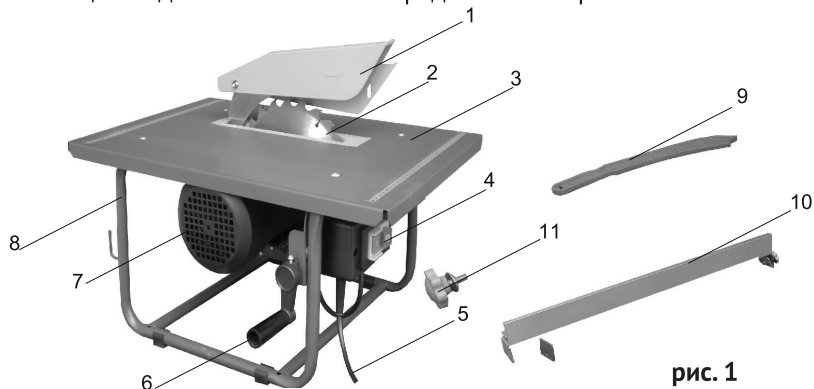
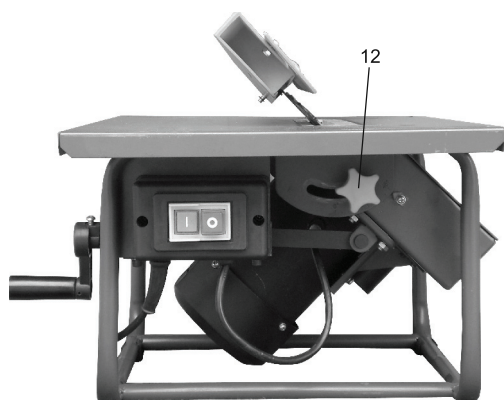

рис. 1
рис. 2
Общий вид пилы схематично представлен на рис. 1
6.8 Ослабьте фиксирующий винт 12 (рис. 2), установите необходимый угол наклона пильного диска используя ручку регулировки 6 (рис. 1), после чего зафиксируйте это положение регулировочным винтом 12 (рис. 1).
6.10 Пила включается путём нажатия зелёной кнопки выключателя 4 (рис. 1), выключается нажатием на красную кнопку того же выключателя.